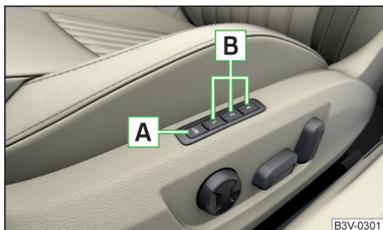

Abb. 90
Unter den Speichertasten **B** am Fahrer- bzw. Beifahrersitz kann jeweils eine Einstellung der jeweiligen Fahrersitz- und Außenspiegelposition gespeichert werden » Abb. 90.
- Die Taste **SET** **A** » Abb. 90 drücken und anschließend innerhalb von 10 s die gewünschte Speichertaste **B** drücken. Das Speichern wird mit einem akustischen Signal bestätigt.
- Die Zündung einschalten und die gewünschte Speichertaste **B** » Abb. 90 drücken.